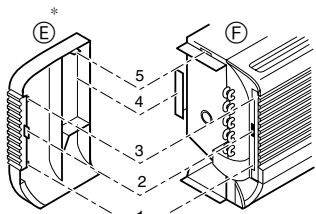

Fig. 3-9
* Конструкция боковой панели и корпуса прибора (Fig. 3-9)